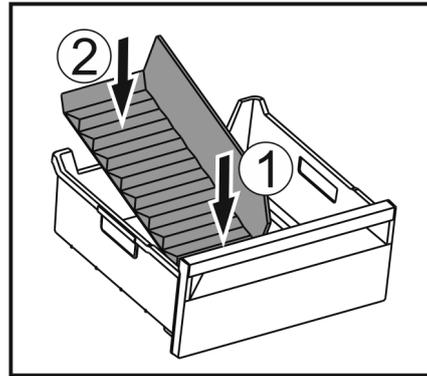

Fig. 184
- Installer la partie avant du séparateur de congélateur. Fig. 184 (1)
- Abaisser la partie arrière du séparateur de congélateur jusqu'au fond du tiroir. Fig. 184 (2)